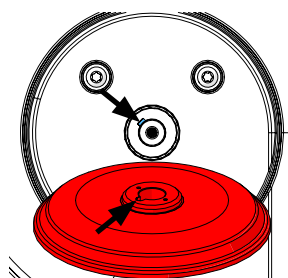

図. 15
- 新しいフランジ交換してください。>>> 噛み合い溝に注意してください（図15）。